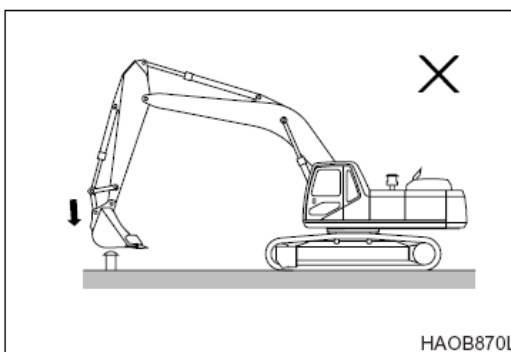

Figura 61
13. NO use la cuchara como martillo o dispositivo de apisonamiento. De lo contrario, el accesorio frontal sufriría desperfectos y la misma operación sería peligrosa. Consulte Figura 61.